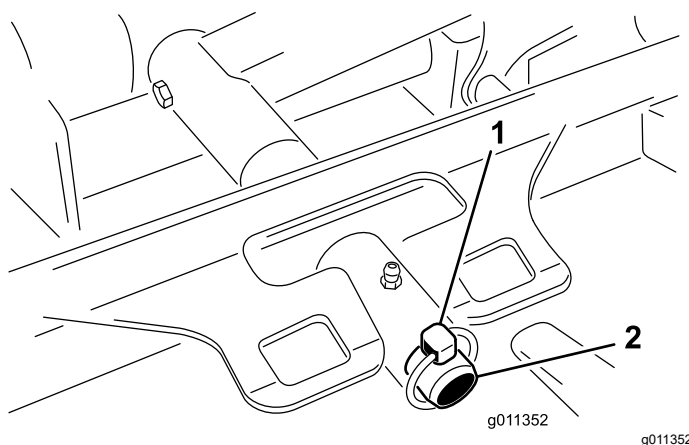

Figura 93
3. Retire el pasador de seguridad (para máquinas Groundsmaster 4500) o la tuerca de retención (para máquinas Groundsmaster 4700) que sujeta el bastidor de tiro de la unidad de corte a la barra de giro del brazo de elevación (Figura 93).
2. Deslice el bastidor de tiro de la unidad de corte sobre el pasador de giro del brazo de elevación (Figura 93). Sujete la unidad de corte al pasador con el pasador de seguridad (para máquinas Groundsmaster 4500) o la tuerca de retención (para máquinas Groundsmaster 4700).